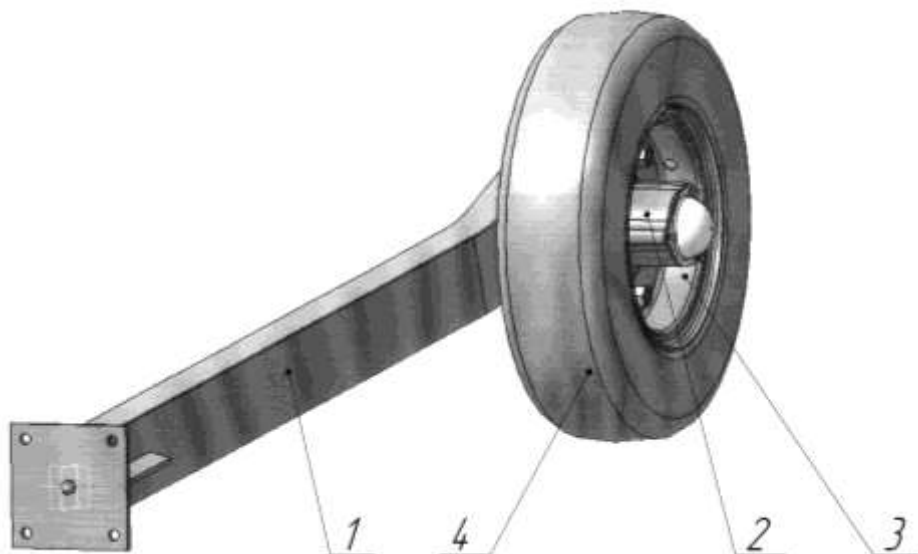

Рис.5 ГВВ 03.000 А Колесо опорное
4.6 Опорные колеса состоят из кронштейна 1, ступицы 2, ободов 3 и шины 4 (Рис.5).